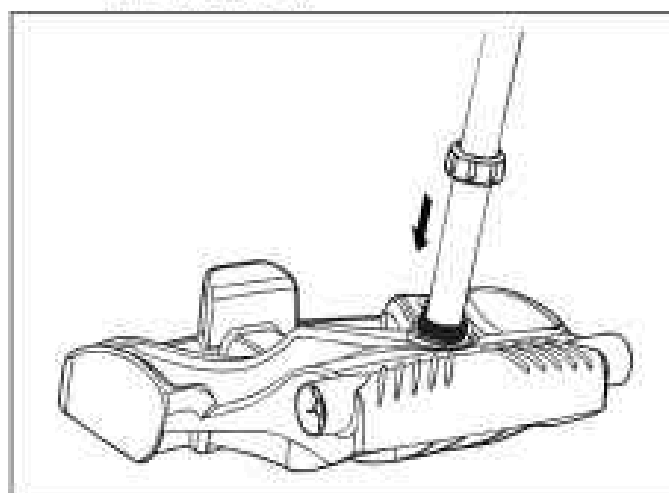

Figura 4. Gire la tuerca de mano para asegurar el marco
4. Deslice la tuerca de mano por el tubo y hágala girar para ajustarla a la unidad base (Figura 4).